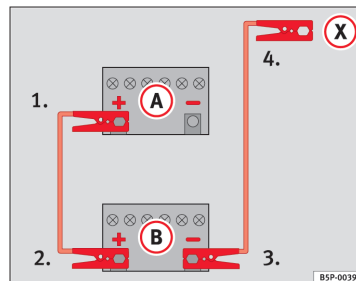
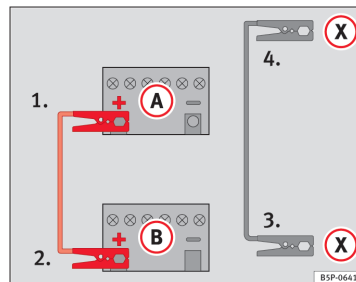

Fig. 180 Tilslutningsdiagram for startkabler, hvis den strømgivende bil ikke er udstyret med start-stop-system: afladet batteri (A) og strømgivende batteri (B)
Fig. 181 Tilslutningsdiagram for startkabler, hvis den strømgivende bil er udstyret med start-stop-system: afladet batteri (A) og strømgivende batteri (B)
2. Sæt den ene ende af det **røde** startkabel på pluspolen ⇒ Fig. 180  eller ⇒ Fig. 181  i bilen med det afladede batteri .
4. I biler **uden start-stop-system** skal du tilslutte den ene ende af det sorte startkabel på minuspolen  i den bil, der skal give strøm  ⇒ Fig. 180.
5. I biler **med start-stop-system** skal du tilslutte den ene ende af det sorte startkabel  til et egnet stelpunkt på karrosseriet, til en massiv metaldel, som er monteret på motorblokken, eller på selve motorblokken ⇒ Fig. 181.